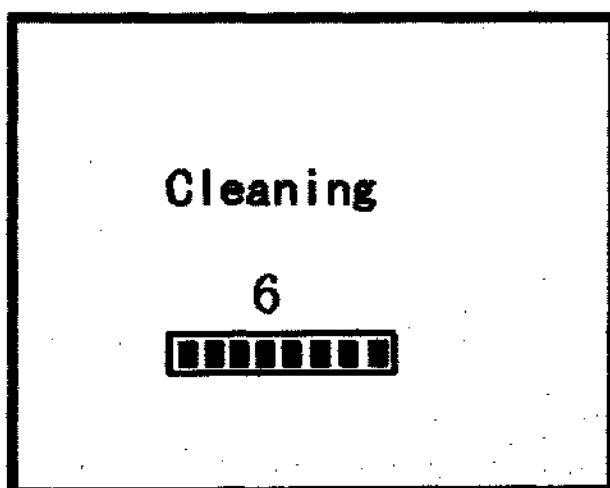

Рисунок 4-6.
- д) Поднесите пробирку с детергентом в пробозаборник, нажмите кнопку «OK», и затем ENTER. Анализатор осуществит забор детергента в сектор WBC и RBC и в течение 6 минут будет прочищать систему. Ход очистки системы будет отображен на дисплее (рисунок 4-6).